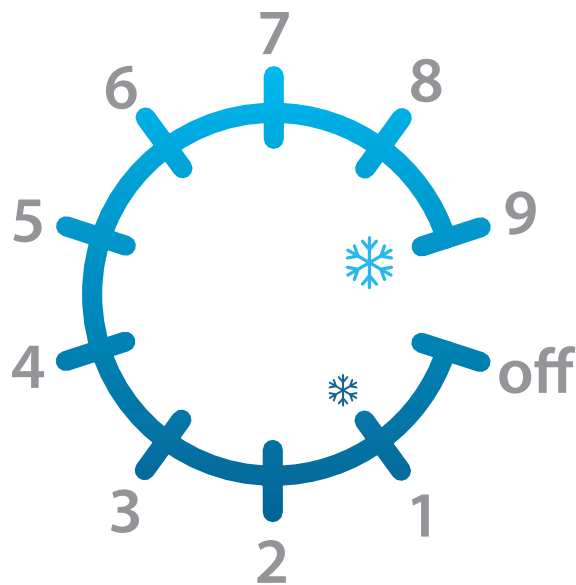

Fig. 2. Réglages du bouton de contrôle de la température. **1** est le réglage le plus chaud ; **9** est le plus froid.
Un (1) est le réglage le plus chaud ; neuf (9) le plus froid. Voir fig. 2.